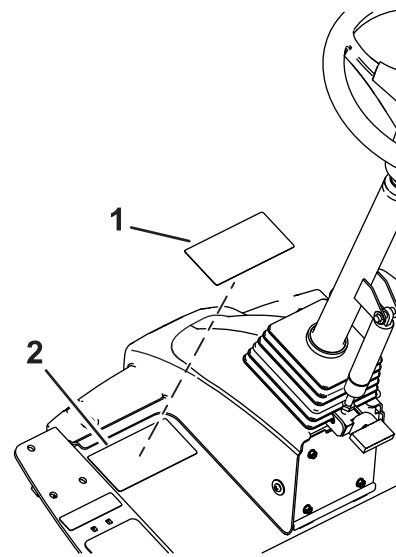

Bild 37
- Verwenden Sie Reinigungsalkohol und einen sauberen Lappen, um die Oberfläche des Warnaufklebers zu reinigen, und lassen Sie den Aufkleber trocknen (Bild 37).